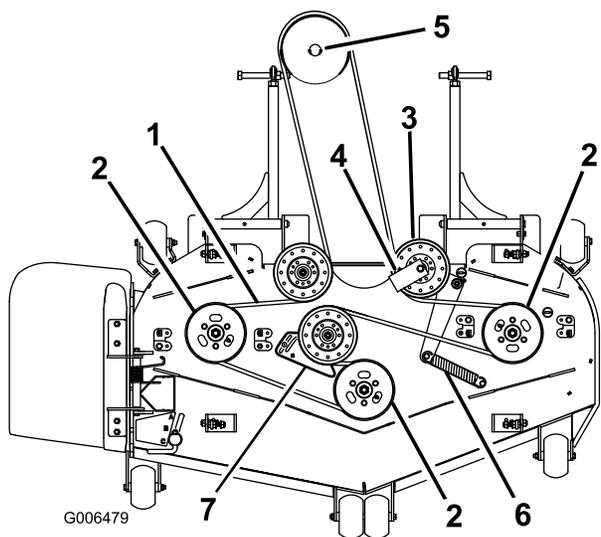

Рисунок 83
7. Снимите направляющую ремня с подпружиненного натяжного ролика, показанного на Рисунок 83.
9. Проложите новый ремень вокруг шкивов газонокосилки и шкива редуктора под двигателем (Рисунок 83).
10. Установите направляющую ремня на подпружиненный натяжной ролик под углом 45 градусов, как показано на Рисунок 83. Затяните болт с моментом от 37 до 45 Н·м.
11. Зацепите пружину натяжного ролика за два штыря (Рисунок 83).